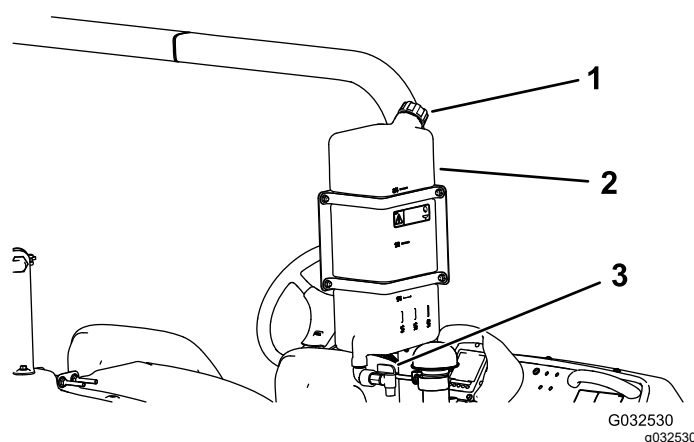

Figura 24
- Pentru a umple rezervorul, deurubați capacul din partea de sus a rezervorului, umpleți rezervorul cu apă proaspătă și montați capacul (Figura 24).
- Pentru a deschide robinetul rezervorului de apă proaspătă, rotiți maneta de pe robinet (Figura 24).